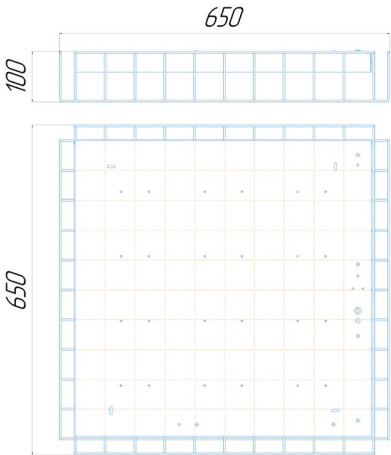

Рисунок 1. Габаритный чертеж Econex Office S 650x650 G2 EM
5.1.2. Для установки светильника необходимо повернуть торцевую панель и аккуратно снять рассеиватель. Надежно закрепить на ровной поверхности корпус светильника при помощи комплекта креплений, габариты для монтажа см. рисунок 1 и 2.